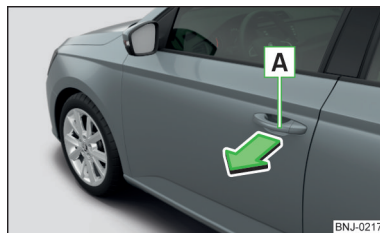

Fig. 46
- Para **abrir desde afuera**, desbloquear el vehículo y tirar en el tirador **A** en el sentido de la flecha » fig. 46.